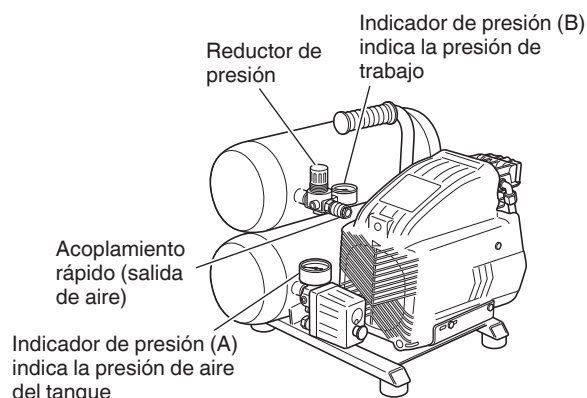

Fig. 7
Desenganche el mando del reductor de presión tirando de él hacia arriba, y ajuste la presión hasta el nivel requerido girándolo hacia la derecha para aumentar y hacia la izquierda para reducirla. Existe un indicador de presión (B) para saber cuando se ha alcanzado la presión requerida. Cierre el mando empujándolo firmemente hacia abajo (consulte la Fig. 7).